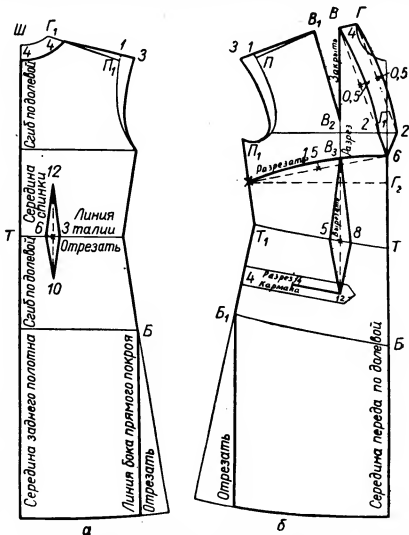

Рис. 316. Нанесение линий фасона комбинированного платья с подрезом по линии груди:
**Спинка.** По линии талии наносят линию разреза (рис. 316, а). От точки Т вправо по линии талии откладывают 6 см, от точки 6 вправо по этой линии откладывают глубину вытачки 3 см, расстояние от точки 6 до точки 3 делят на две равные части и обозначают точкой деления, через точку деления проводят вертикальную пунктирную линию вверх от линии талии на 12 см и вниз — на 10 см, затем по линейке соединяют точки 6, 12, 3, 10 и 6 (получают вытачку).